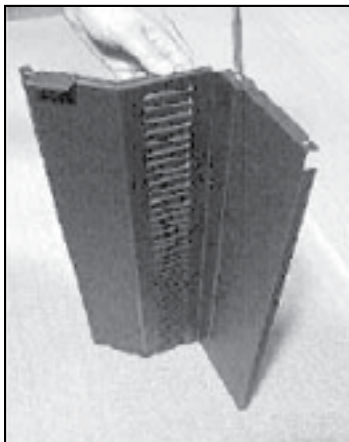

Figure 25.3
4. Tenez l'ensemble debout à son extrémité et attachez et installez (1) une vis de 4 x 9 mm (8-32 x 3/8 po) à travers la languette du panneau et du rideau latéraux. (**Figure 25.3**).